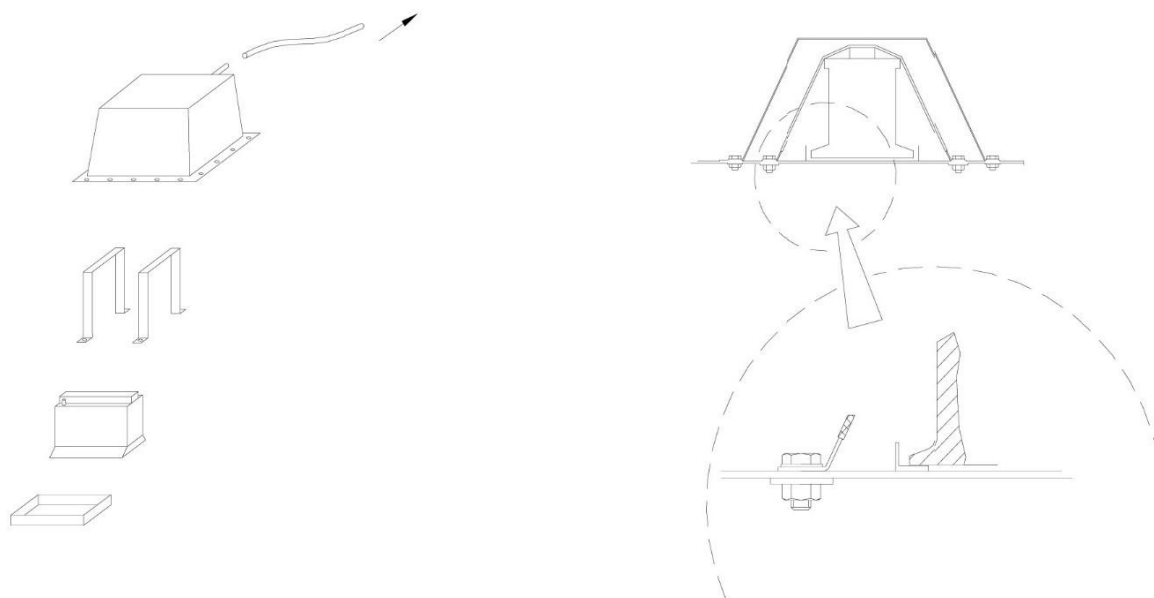

Рис. 3
9.11.2. В случае переноса аккумуляторной батареи (АКБ) из оригинального места размещения в другое, она должна либо находиться в багажнике, отделённом от салона (от места Пилота и пассажира) сплошной металлической перегородкой, либо быть закрыта таким образом, чтобы избежать короткого замыкания либо утечек электролита. В любом из вариантов она должна быть прикреплена к кузову с использованием металлического гнезда и двух металлических хомутов с изолированным покрытием, прикреплённых к основанию болтами и гайками (Рис. 3). Для крепления данных хомутов должны быть использованы болты диаметром не менее 10 мм, под каждым болтом должна размещаться контршайба толщиной не менее 3 мм, покрывающая не менее 20 см2 площади кузова. АКБ (кроме батарей сухого и гелевого типа), расположенная в едином объёме с салоном (местом Пилота и пассажира), должна быть закрыта кожухом / коробом, предохраняющим от утечек и закреплённым независимо от типа АКБ.